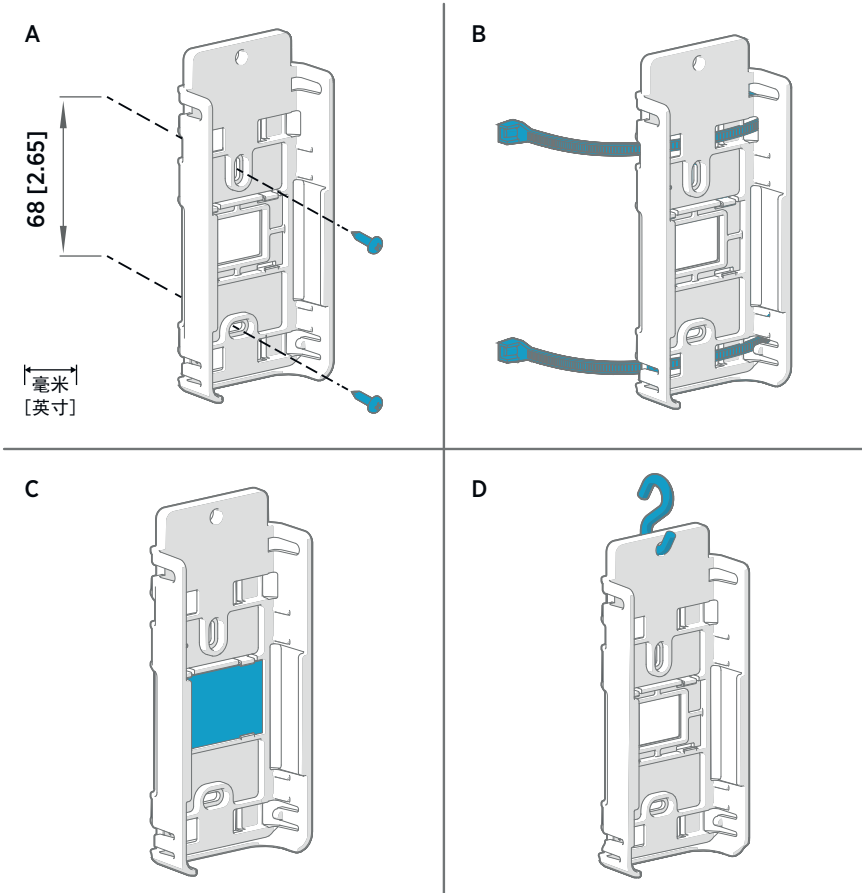

图 31 RFL100 安装方法
2. 使用图 31 (页 56)所示的安装方法之一连接安装支架。让支架处于垂直方向，使探头或探头电缆在安装后指向下方。在没有安装支架的情况下请勿连接 RFL100。